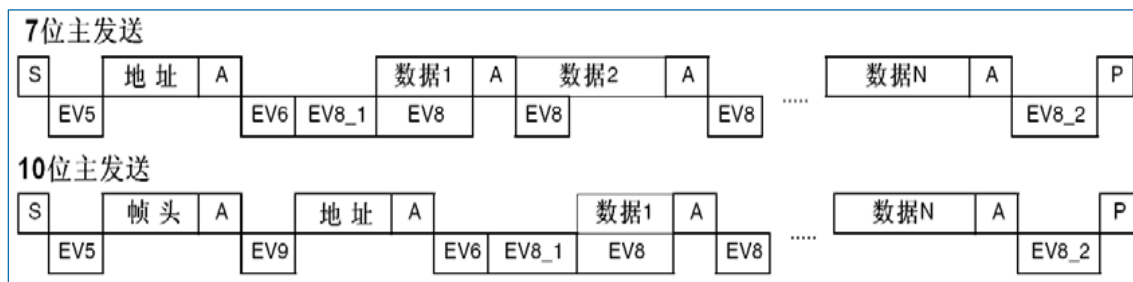
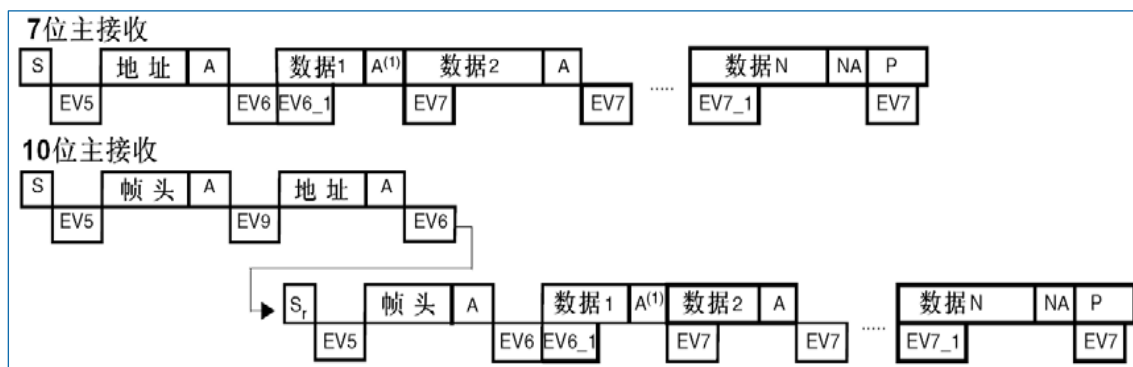

图 20-5 主发送器传送序列图
图 20-6 主接收器传送序列图
然后主设备等待读 SR1 寄存器, 紧跟着将从地址写入 DR 寄存器 (见图 20-5 和图 20-6 的 EV5)。
然后主设备等待读 SR1 寄存器, 再将第二个地址字节写入 DR 寄存器 (见图 20-5 和图 20-6)。
随后主设备等待一次读 SR1 寄存器, 跟着读 SR2 寄存器 (见图 20-5 和图 20-6)。
主设备等待, 直到 TxE 被清除, (见图 20-5 的 EV8)。
在 DR 寄存器中写入最后一个字节后, 通过设置 STOP 位产生一个停止条件 (见图 20-5 的 EV8_2),
2. 硬件设置 RxNE=1，如果设置了 INEVFEN 和 ITBUFEN 位，则会产生一个中断（见图 20-6 的 EV7）。